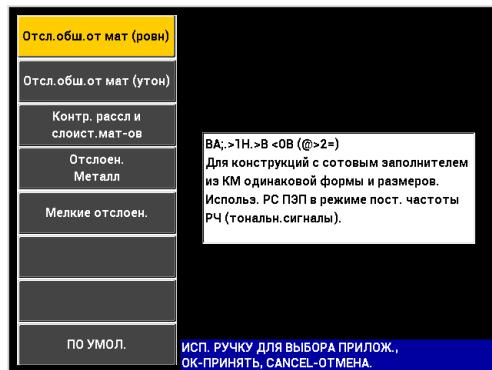
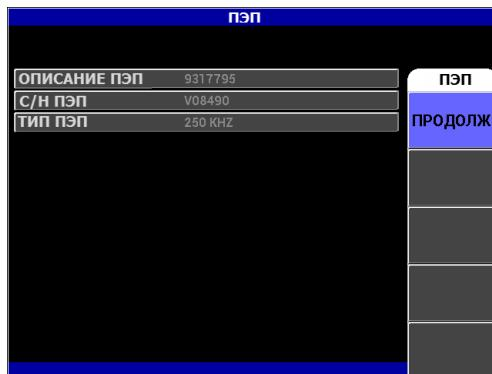
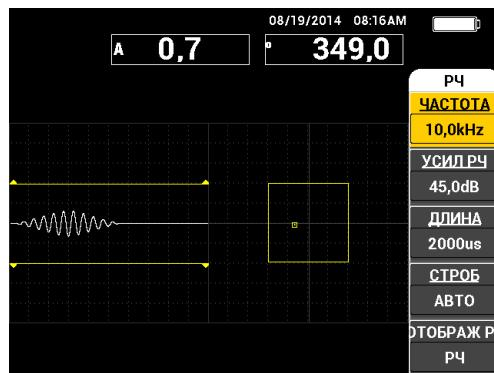

Рис. 3-2 Выбор приложения в меню настроек
Рис. 3-3 Экран распознавания PowerLink
Рис. 3-4 Экран измерений
- Если никакой преобразователь не подключен к прибору или если подключен стандартный преобразователь (не PowerLink), на экране BondMaster 600 появляется меню быстрой конфигурации приложений (см. Рис. 3-2 на стр. 56). Выберите в меню одно из представленных стандартных приложений для автоматической конфигурации соответствующих настроек.
- Если к прибору подключен преобразователь PowerLink, BondMaster 600 открывает при запуске экран распознавания PowerLink (см. Рис. 3-3 на стр. 56), в котором можно автоматически настроить прибор для использования данного типа преобразователя.
- ◆ Находясь на экране распознавания устройства PowerLink (см. Рис. 3-3 на стр. 56), нажмите клавишу A, чтобы загрузить программу (сохраненную на преобразователе PowerLink). Произойдет автоматическая настройка прибора.
Экран измерений открывается после завершения начальных этапов меню быстрой настройки или меню PowerLink (см. Рис. 3-4 на стр. 58).
На Рис. 3-4 на стр. 58 представлен пример стандартного экрана измерений. Внешний вид экрана может меняться, в зависимости от выбранного приложения или загруженной программы PowerLink (см. Рис. 3-2 на стр. 56 и Рис. 3-3 на стр. 56).